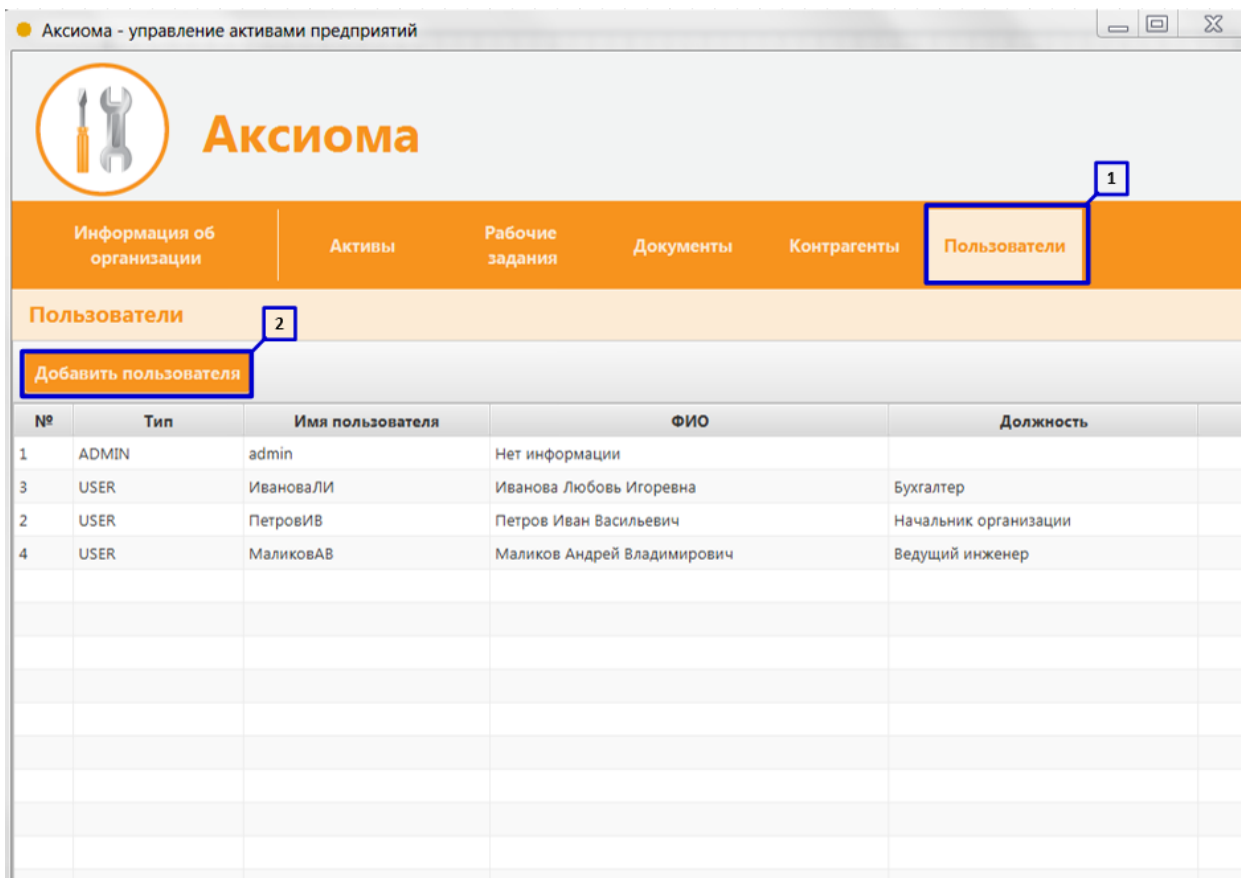

Рисунок 17. Создание нового пользователя системы
Для создания новой учетной записи пользователя системы необходимо в разделе «Пользователи» (**Рисунок 17 пункт 1**) выполнить следующие действия:
1. Нажмите клавишу «Добавить пользователя» (**Рисунок 17 пункт 2**);